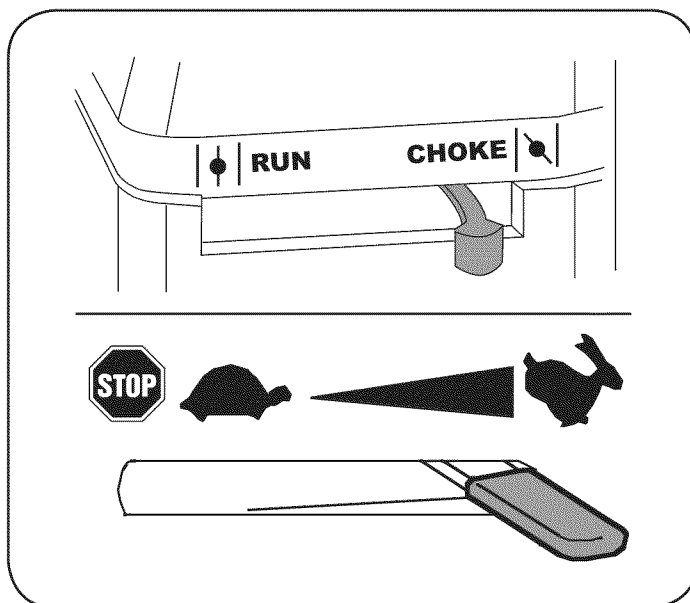

Figura 13
5. Mueva la palanca del cebador del motor a la posición CHOKE . (Si el motor está tibio puede no ser necesario cebarlo). Vea la Figura 13.
6. Mueva la palanca de control del regulador a la posición START/RUN (encendido / funcionando, representado por una liebre ). Vea la Figura 13.